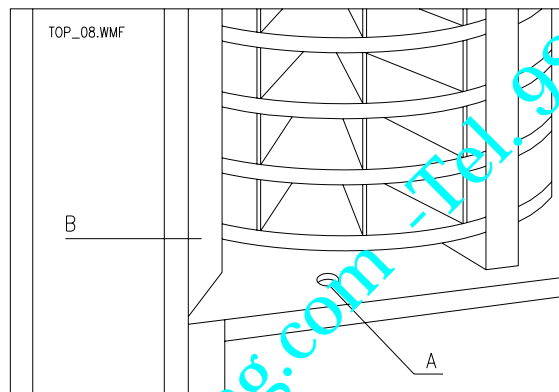

FIG. 10
- 2) Desenganchar la rejilla anterior izquierda, de acero, ref.B FIG. 10.
- 6) Para el último disco de abajo, utilizar como orificio, el del fondo de la caja portante ref. A FIG. 10, después de haberse colocado en correspondencia con el mismo.